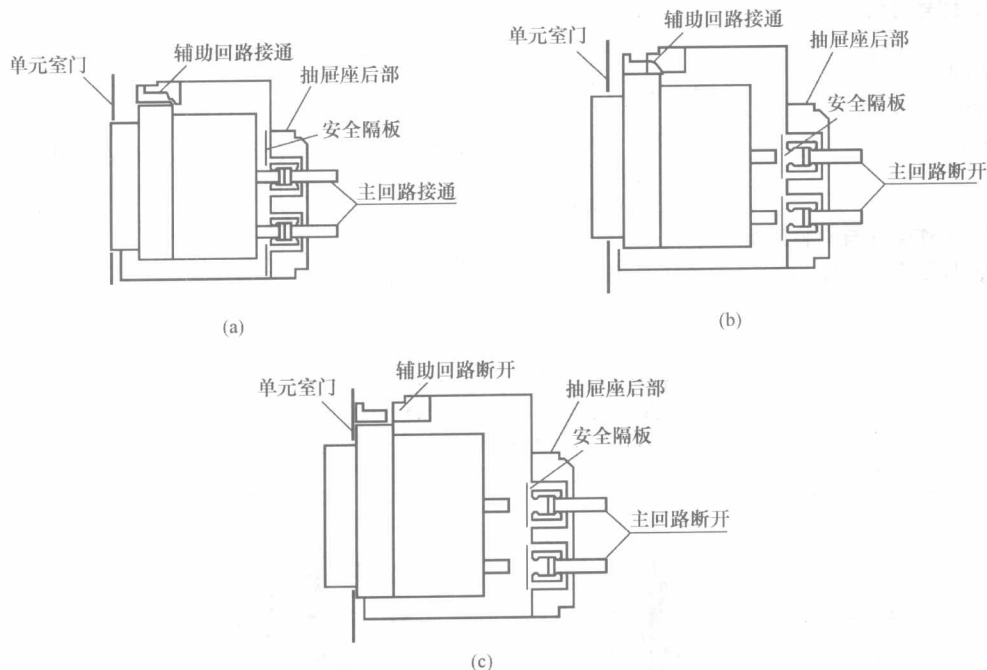

图 1-2 隔离开关本体在抽屉座内的三个位置
如图 1-2 所示，隔离开关本体在抽屉座内的运动具有三个“位置”：
(1) “连接”位置 [图 1-2 (a)]：主回路和辅助回路均接通，此时隔离板开启。
(2) “试验”位置 [图 1-2 (b)]：主回路断开，安全隔板关闭，仅辅助回路接通，可进行必要的动作试验。
(3) “分离”位置 [图 1-2 (c)]：主回路与辅助回路全部断开，安全隔板关闭。